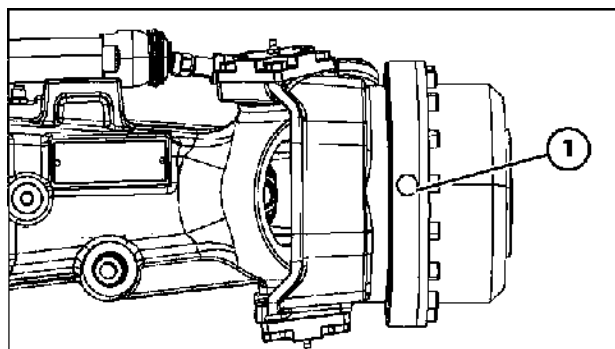

Рис. 7-73
4. После слива масла поверните каждую ступицу колеса так, чтобы пробка оказалась в положении на 3 или 9 часов (1 — рис. 7-73). Налейте масло рекомендованного типа так, чтобы его уровень доходил до нижней кромки отверстия под пробку. Подождите около 5 минут, чтобы уровень масла стабилизировался, затем снова проверьте и при необходимости долейте масло.